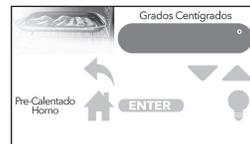

Figura 19
**2.1.1** Al terminar el conteo regresivo sonará la alarma y aparecerá en la pantalla "Tiempo Finalizado" (Figura 19). Al tocar nuevamente la pantalla regresará a Menú.